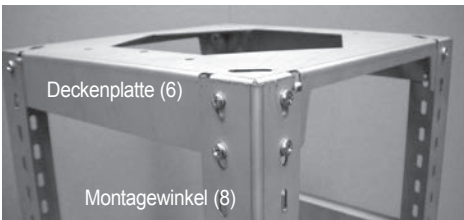

Abb. 16
Der Motorblock (7) wird wie folgt an der Deckenplatte (6) befestigt (Abb. 16):
Motorblock (7) mit den montierten Montagewinkeln (8) an die befestigte Deckenplatte (6) heben und einsetzen. Zur sicheren Befestigung je 4 Schrauben 3,5x9,5 (10) an jeder Ecke der Deckenplatte (6) einsetzen und festziehen (Abb. 16, 17).